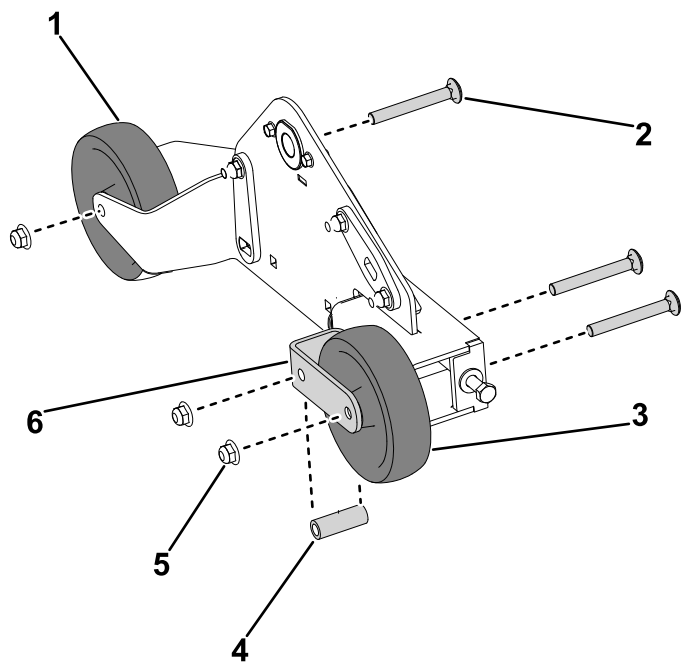

Bild 30
6. Montieren Sie die aufbewahrte Bugradgabel an der Raupenstütze und befestigen Sie diese locker mit der Schlossschraube ($\frac{3}{8}" \times 3"$) und der Sicherungsmutter ($\frac{3}{8}"$) (**Bild 30**).
7. Montieren Sie das rechte Bugrad an der Bugradgabel und an der Raupenstütze und befestigen Sie diese locker mit der Schlossschraube ($\frac{3}{8}" \times 3"$), der Spannbuchse und der Sicherungsmutter ($\frac{3}{8}"$) (**Bild 30**).
8. Montieren Sie das linke Bugrad am Raupenträger und sichern Sie es mit der Schlossschraube ($\frac{3}{8}" \times 3"$), der Spannbuchse und der Sicherungsmutter ($\frac{3}{8}"$) (**Bild 30**).